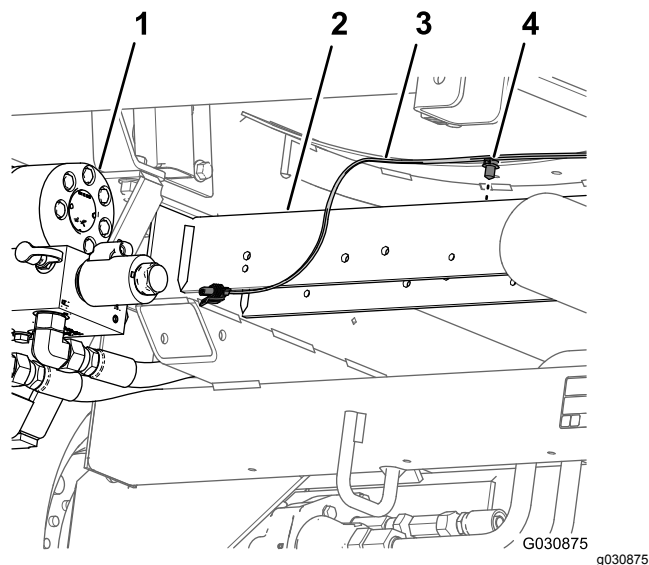

図 59
6. 後ワイヤハーネスを後クロスチューブ油圧走行モータの後方に固定している押し込み型ファスナを外す。 図 59